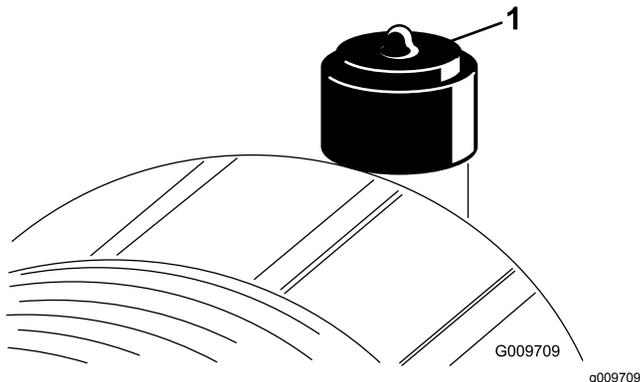

Figura 68
Revise el filtro del limpiador de aire únicamente cuando el indicador de mantenimiento lo requiera (Figura 68). El cambiar el filtro antes de que sea necesario sólo aumenta la posibilidad de que entre suciedad sólo en el motor al retirar el filtro.
2. Reinicie el indicador (Figura 68) si se ve rojo.